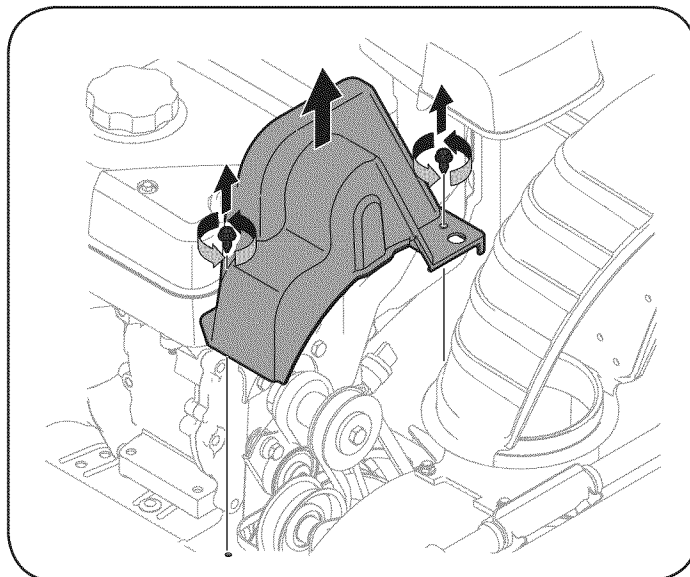

Figura 29
2. Saque la cubierta plástica de la correa ubicada en el frente del motor. Para ello saque los dos tornillos autorroscantes. Vea la Figura 29.